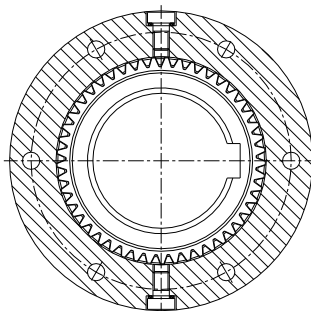

Figura 30: Posição vertical dos parafusos
- Gire o acoplamento até que os furos de lubrificação estejam na posição vertical (ver figura 30).